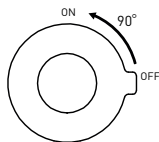

Рис. 3
- 3.1 Предохранительная кнопка температуры (10), которая находится в ручке регулировки температуры с правой стороны (11), не позволяет детям случайно изменить температуру воды, защищая их тем самым от ожогов (Рис. 3). Если понадобится температура воды выше 38°C, передвиньте предохранительную кнопку во внешнем направлении (влево) и, придерживая ее, поверните ручку вверх (как показывает стрелка с плюсом). Если кнопку отпустить, она автоматически вернется к максимальной настройке 38°C, как только повернуть ручку в противоположном направлении.
- 3.3 Ручка регулировки вытекания (15) - поворот ручки вниз ведет к увеличению вытекания воды из смесителя (Рис. 3), согласно обозначениям на ручке. Поворот ручки вверх перекрывает вытекание воды.